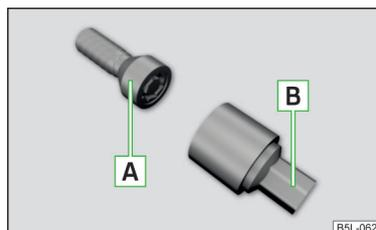

Fig. 120
Les boulons de roues antivol protègent vos roues contre le vol. Ils ne peuvent être serrés ou desserrés qu'à l'aide de l'adaptateur **B** » fig. 120.
- Enfoncez l'adaptateur [B] » fig. 120 du côté denté jusqu'à la butée dans la denture intérieure de la tête du boulon de roue antivol [A].